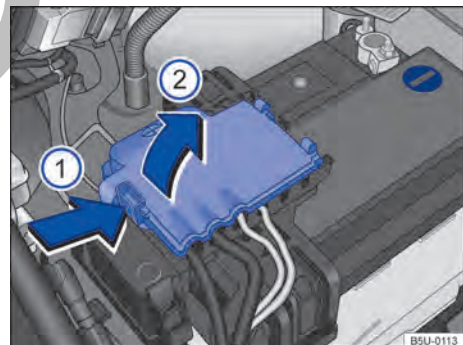

Fig. 161 Compartimento del motor: acceso al terminal positivo de la batería.
- Abrir la cobertura del polo positivo. Para abrir, presionar la traba en el sentido de la flecha → fig. 161 (1), plegar la cobertura hacia el costado en el sentido de la flecha (2).